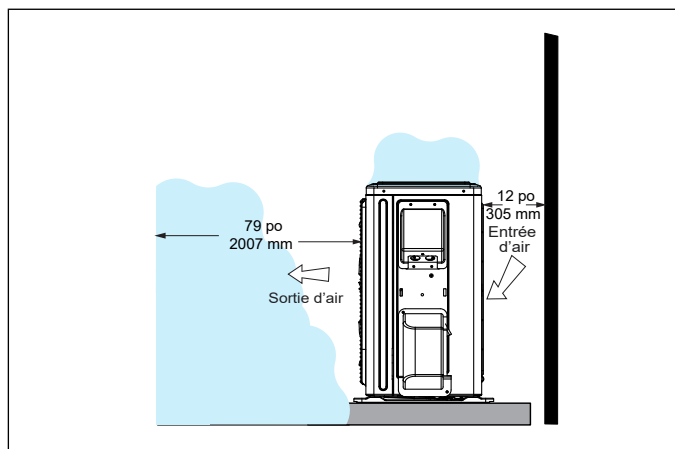

Figure 22. Débit d'air d'une unité extérieure obstruée par de la neige
- Dans certaines régions fortement enneigées, ne pas placer l'unité là où la neige peut s'accumuler comme illustré à la « Figure 22. Débit d'air d'une unité extérieure obstruée par de la neige ».